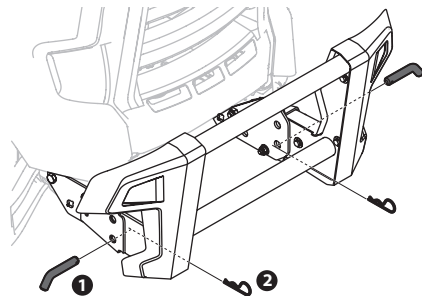

Figura 17
- Instale los pasadores en el lado derecho e izquierdo de la protección del cepillo y, luego, asegúrelos con dos pasadores de chaveta que se incluyen en el paquete de elementos de ferretería. Consulte la Figura 17.